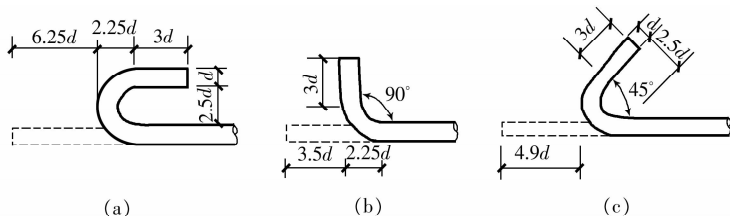

图 1-6 钢筋弯钩计算简图
(2) 弯钩增加长度。钢筋的弯钩形式有三种：半圆弯钩、直弯钩及斜弯钩，如图 1-6 所示。半圆弯钩是最常用的一种弯钩。直弯钩只用在柱钢筋的下部、箍筋和附加钢筋中，斜弯钩只用在直径较小的钢筋中。